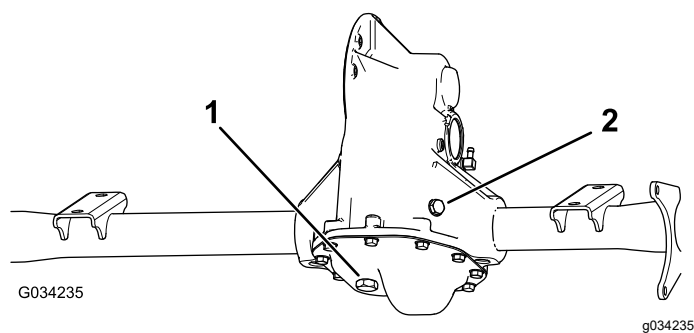

図 48
2. トランスアクスルについている補給プラグを外す 図 48。
3. オイルの量が少ない場合は、補給プラグを取り、穴からあふれ出てくるまで所定のオイルを補給する 図 48。
1. ドレンプラグの下にオイルを受ける容器をおく 図 48。
2. トランスアクスルについている補給プラグとシールを外す 図 48。
3. ドレンプラグとシールを外してオイルが完全に抜けるのを待つ 図 48。